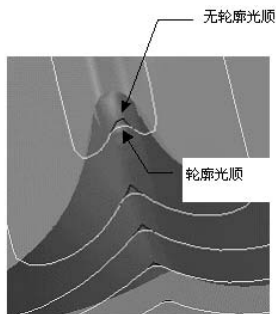

图 2-9 轮廓光顺
(9) 高速加工 在 PowerMILL 软件中提供高速加工选项, 主要包括“轮廓光顺”、“光顺余量”和“摆线移动”等, 它们分别对应于“倒圆行切加工技术”、“赛车线加工技术”和“自动摆线加工技术”等高速加工技术。
**【轮廓光顺】**: 用于控制每一个 Z 高度切层内刀具路径在零件尖角部位倒圆, 以避免刀具切削方向急剧变化, 如图 2-9 所示。“拐角半径 (TDU)”用于设置刀具路径在尖角倒圆角的半径大小, 用刀具直径乘以此系数值来计算。此外, 也可以拖动滑条来设置, 范围为 0.005~0.2。